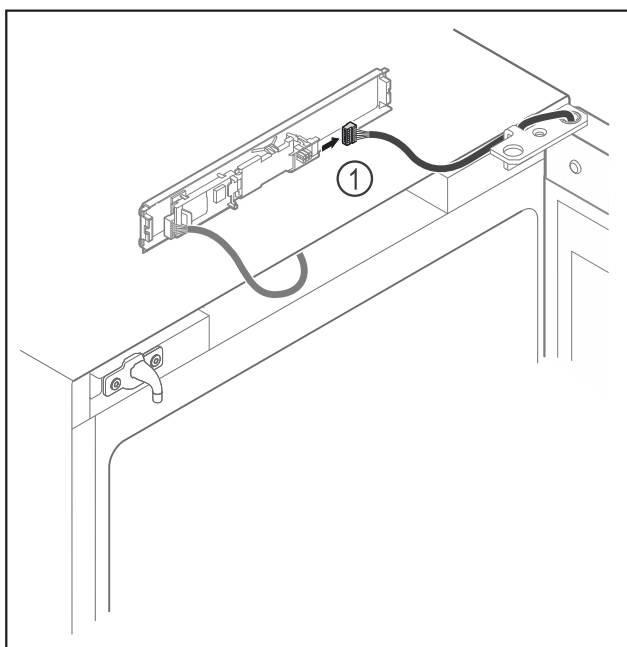

Fig. 13
- Отсоедините штекер Fig. 13 (1) от панели.